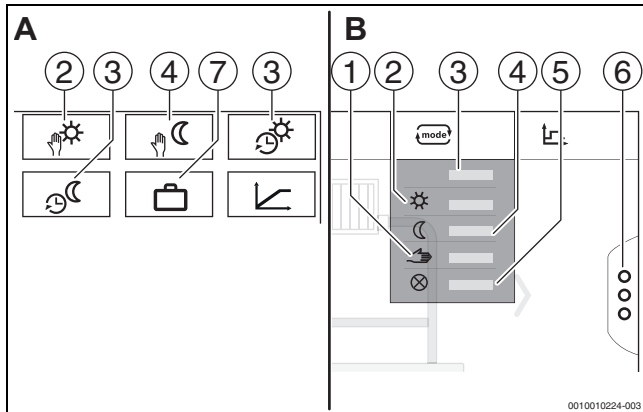
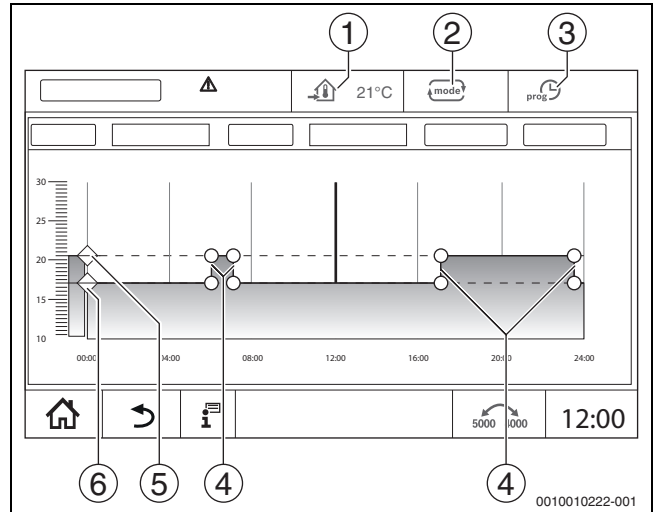

Рис. 37 Виды режимов работы
Рис. 38 Изменение Автоматический пониженный режим во временной программе
Для режимов работы (→ рис. 38, [2], стр. 62) и расширенных функций (→ рис. 37, [6], стр. 37) можно задать собственные температуры и критерии переключений. Настройки можно выполнять отдельно для каждого отопительного контура и для каждого режима работы.
- **Ручной режим отопления** (→ рис. 37, [2])
- **Ручной пониженный режим** (→ рис. 37, [4])
- **Отпуск** (→ рис. 37, [7])
Автоматический режим отопления предварительно задается через параметры в сервисных меню. Параметры можно изменить в программе работы по времени (→ рис. 38, [4], [5], стр. 62).
Автоматический пониженный режим предварительно задается через параметры в сервисных меню. Параметры можно изменить в программе работы по времени (→ рис. 38, [4], [6], стр. 62).
- ▶ Измените значения температуры смещением точек (→ рис. 38, [5], [6]).